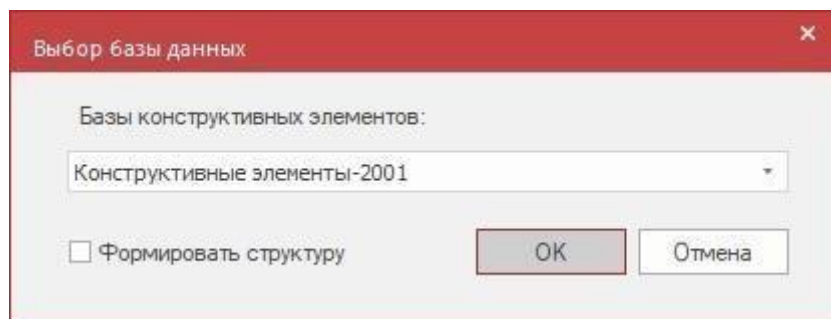

Рис. 8.1 Диалоговое окно **Выбор базы данных**
3. В открывшемся диалоге **Выбор базы данных** (рис. 8.1) задать параметры: